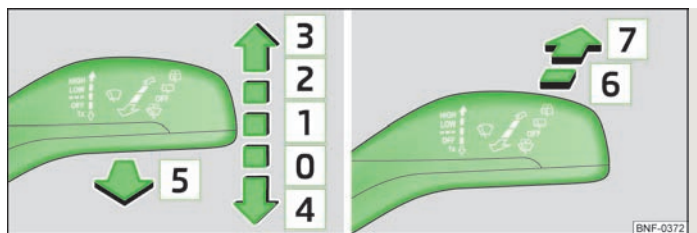

Fig. 29 Commande de l'essuie-glace avant/de l'essuie-glace arrière
➤ Si vous ne voulez essuyer que **brèvement** le pare-brise, poussez la manette dans la position auto-rabattue **[4]** » fig. 29.
➤ Levez la manette dans la position **[1]** » fig. 29.
➤ Levez la manette dans la position **[2]** » fig. 29.
➤ Levez la manette dans la position **[3]** » fig. 29.
➤ Tirez la manette vers le volant sur la position non fixe **[5]** » fig. 29, les lave-glace et les essuie-glace se mettent en marche.
➤ Ecartez la manette du volant pour l'amener sur la position **[6]** » fig. 29 : l'essuie-glace balaie toutes les 6 secondes.
➤ Ecartez la manette du volant pour la mettre sur la position non fixe **[7]** » fig. 29, l'essuie-glace et le lave-glace se mettent en marche.
➤ Ramenez la manette sur sa position de base **[0]** » fig. 29.
➤ Poussez la manette des essuie-glace dans la position **[4]** » fig. 29, les bras d'essuie-glace se déplacent dans la position d'entretien.
- Mettez le contact et poussez la manette des essuie-glace en position **4** » fig. 29, les bras d'essuie-glace se déplacent dans leur position de base.